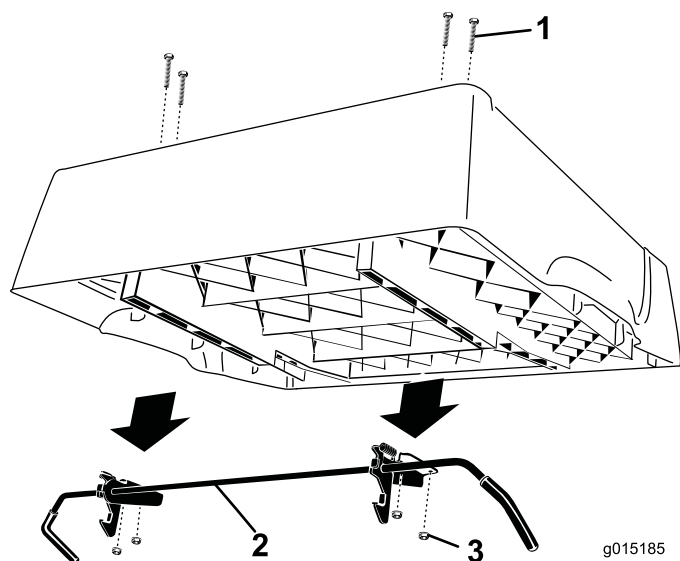

図 2
4. ラッチ・ロッド・ブラケットを荷台の裏側に固定しているフランジ・ナット（4本）を外す（図 2）。ロッドとラッチは捨てないこと。各キャリッジ・ボルトはそのまま穴に残し、フランジ・ナットで荷台に再固定する。